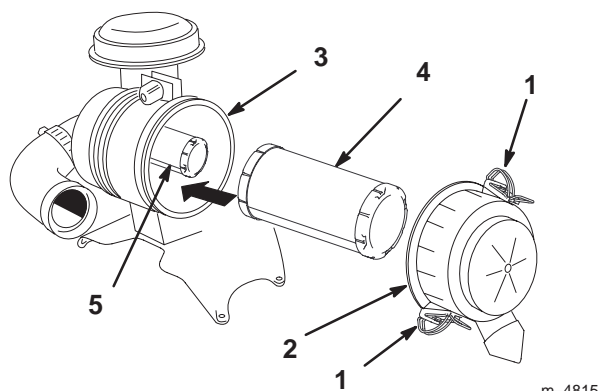

Figure 31
2. Ouvrez les dispositifs de verrouillage du filtre et ôtez le couvercle du corps du filtre (Fig. 31).
4. Sortez l'élément primaire du corps du filtre avec précaution (Fig. 31). Évitez de cogner l'élément à l'intérieur du corps.
2. Si vous remplacez l'élément de sécurité, insérez-le avec précaution dans le corps du filtre (Fig. 31).
3. Installez ensuite l'élément primaire sur l'élément de sécurité avec les mêmes précautions (Fig. 31). Assurez-vous qu'il est bien engagé en appuyant sur le rebord extérieur de l'élément que vous installez.
4. Reposez le couvercle, le côté portant l'inscription **UP** étant tourné vers le haut, et fermez les dispositifs de verrouillage (Fig. 31).